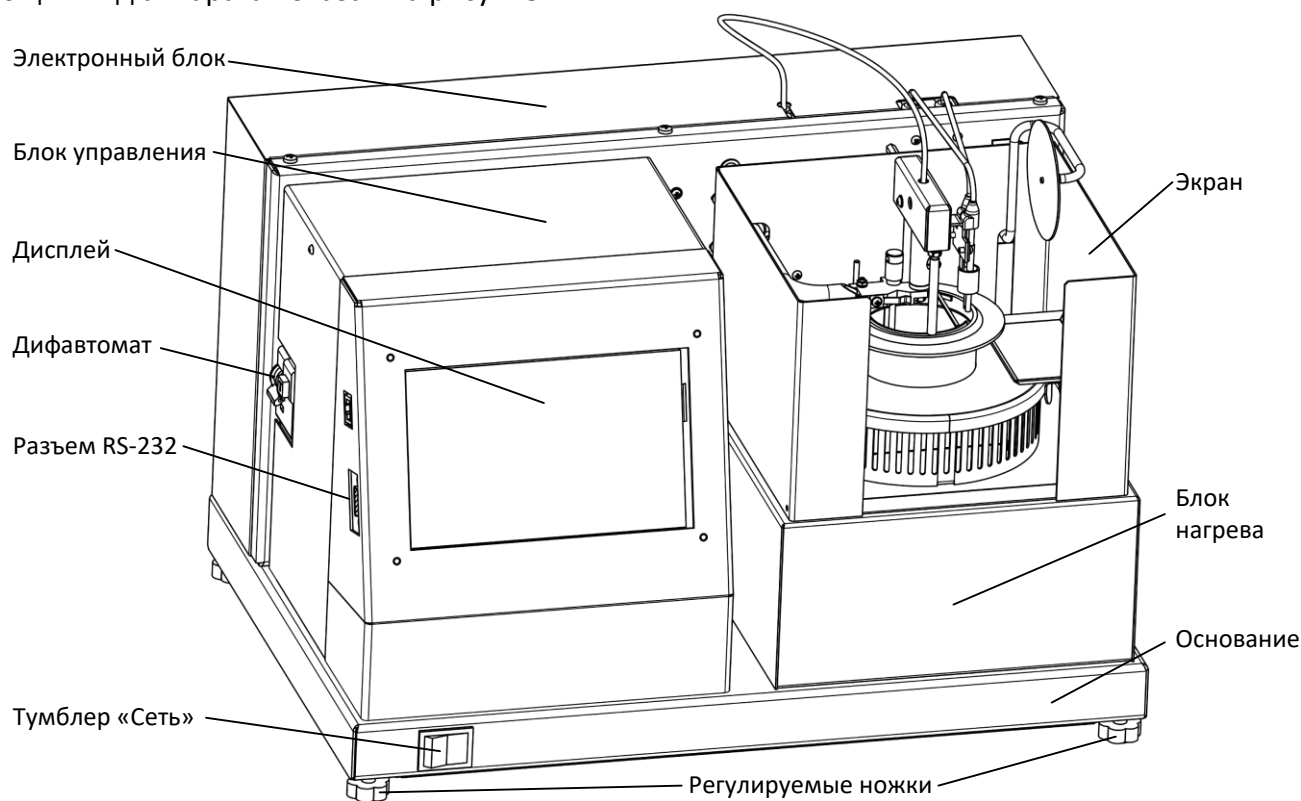
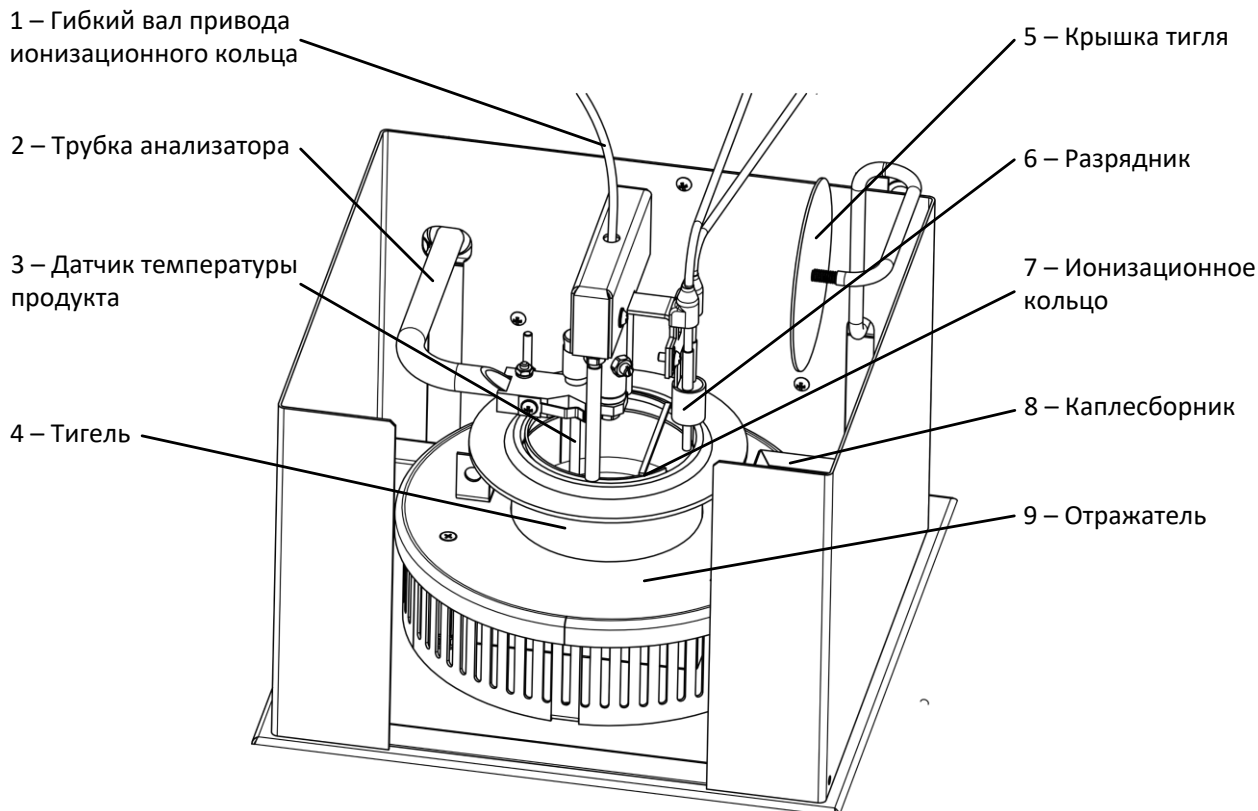
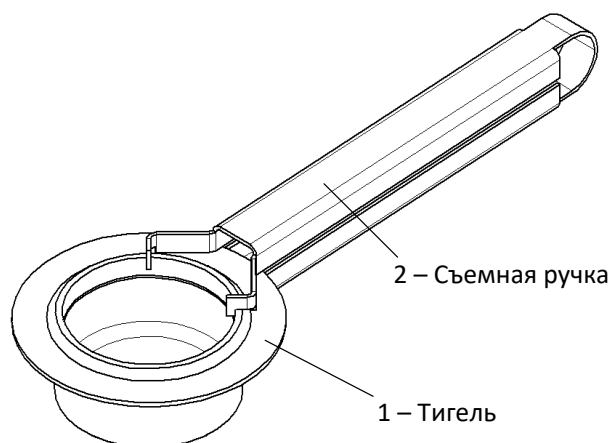

Рисунок 1 – Общий вид аппарата
Рисунок 2 – Блок нагрева
Рисунок 4 – Тигель со съемной ручкой
В верхней части блока нагрева (рисунок 2) находятся: трубка анализатора (поз.2), заканчивающаяся пластиной, на которой закреплены привод ионизационного кольца и датчик температуры продукта (поз.3). Разрядник закреплен (поз.6) на пластине, соединенной с гибким валом привода ионизационного кольца (поз.1). Внутри отражателя (поз.9) расположен нагреватель, на который устанавливается тигель (поз.4). Сбор сконденсированного на крышке тигля продукта осуществляется при помощи каплесборника (поз.8). В правой части блока нагрева расположена крышка тигля (поз.5), которая необходима для тушения пламени при воспламенении продукта во время испытания.
- поверхность установки должна быть горизонтальной, в противном случае, вращением регулируемых ножек (рисунок 1 на странице 4) необходимо добиться совпадения мениска нефтепродукта и метки по периметру внутренней поверхности тигля, установленного в аппарат.
- при снятом поддоне (рисунок 1 на странице 4) продуть аппарат сжатым воздухом давлением менее 1 атмосферы, направляя поток в отверстие в отражателе (рисунок 2 на странице 5);
3.3.1 С помощью съёмной ручки (рисунок 4 на странице 6) взять тигель и горизонтально установить его в отверстие в отражателе (рисунок 2 на странице 5).
3.3.2 Подключить аппарат к сети питания, включить его тумблером «Сеть» (рисунок 1 на странице 4).
4.2.3 Режим работы аппарата – непрерывный. После окончания работы аппарат выключается тумблером «Сеть» (рисунок 1 на странице 4).
4.2.5 Во избежание получения ожогов необходимо снимать тигель только с помощью съёмной ручки (рисунок 4 на странице 6).
4.4.2 Визуально проверить чистоту ионизационного кольца и разрядника (рисунок 2 на странице 5). Если на поверхностях ионизационного кольца и разрядника есть остатки продукта, следует выполнить чистку согласно пунктам 5.7 (страница 18) и 5.10 (страница 19).